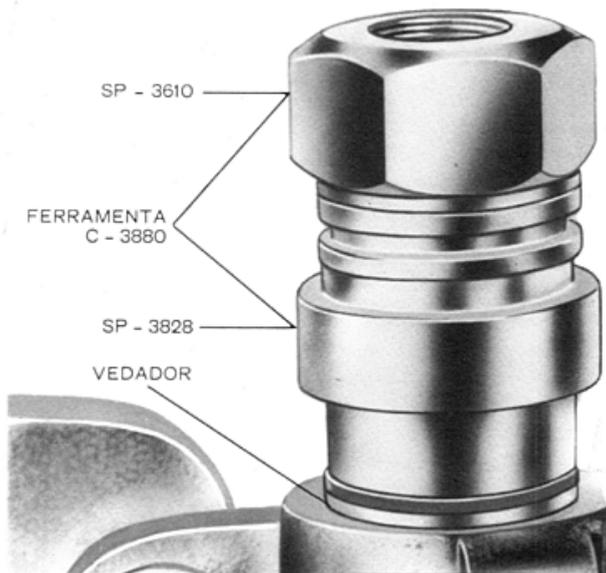

Fig. 6 — Instalação do vedador de óleo da árvore do setor
- Colocar o adaptador da ferramenta SP-3828 com a parte mais comprida do adaptador contra um vedador novo e deslizá-lo sobre o eixo com o lábio voltado para a carcaça (fig. 6). Instalar a porca-ferramenta sobre a árvore do setor e apertar a porca-ferramenta até que os ombros do adaptador entrem em contato com a carcaça da caixa.